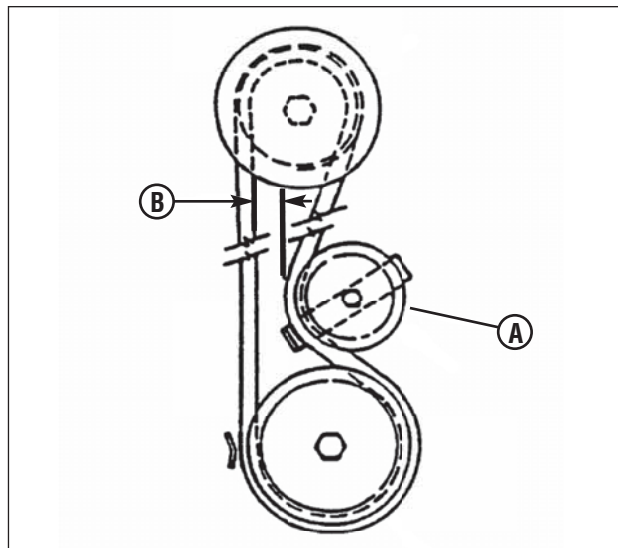

Figura 22: Medindo o espaçamento da correia
5. Plataformas de 28" e 30": Meça o espaçamento da correia na polia livre (A, Figura 22). O espaçamento da correia (B) deve ser de 1-1/4" mas não menor que 1". Se a medida for menor que 1", a tensão da correia deve ser ajustada. Consulte a seção intitulada “AJUSTE DA CORREIA MOTRIZ DA LÂMINA.”